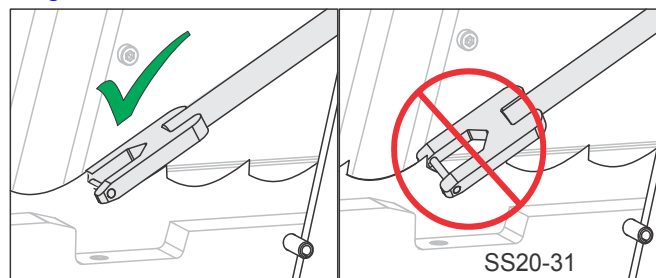

FIG. 3-7
- Placez la goupille du cliquet-poussoir dans la gorge de la dent, la poignée contre la goupille de butée. La poignée et la goupille doivent reposer fermement, mais sans pousser la dent. Assurez-vous que la fourche qui tient la goupille reste perpendiculaire à la lame. Voir fig. 3-7